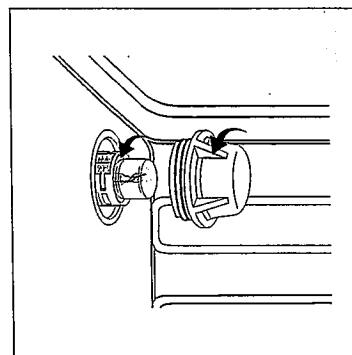

fig.4
- Dévissez la calotte de protection en verre située à l'intérieur du four (fig.4);